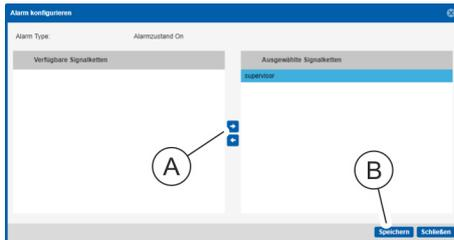

Abb. 127: Fenster "Alarm konfigurieren"
7. ➤ Im Fenster "Alarm konfigurieren" eine Signalkette auswählen und über die Schaltfläche „→“ (Abb. 127/Ⓐ) ins Feld „ausgewählte Signalketten“ schieben. Auswahl über die Schaltfläche „Speichern“ (Abb. 127/Ⓔ) bestätigen.